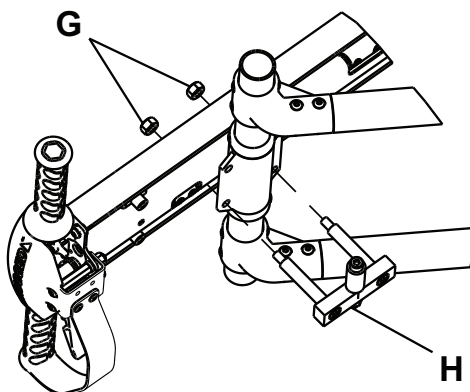

Рисунок 8 – Роликовый узел в сборе
8. С помощью торцевого ключа М6 и гаечного ключа М13 установите роликовый узел в сборе (Н) и гайки (G) из комплекта поставки на опоре подвижной трубки (Рисунок 8).